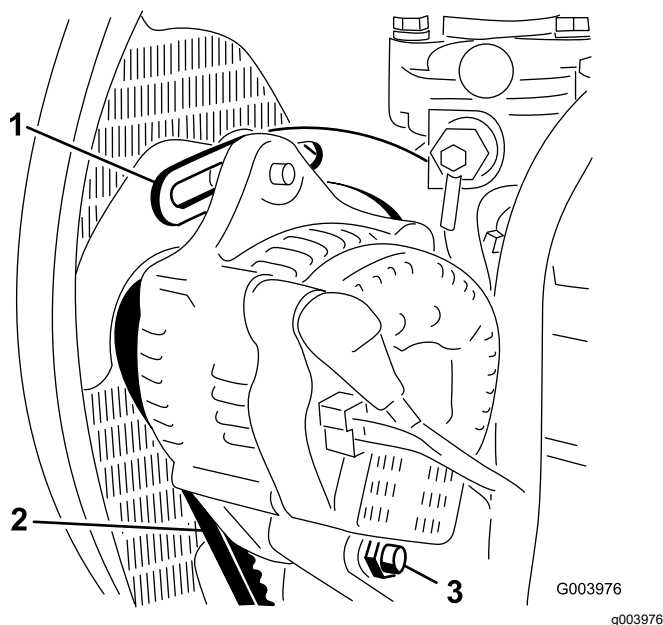

Figura 72
2. Controllate la tensione della cinghia dell'alternatore premendola (**Figura 72**) al centro tra le pulegge dell'alternatore e dell'albero a gomito con una forza di 10 kg.
3. Allentate il bullone che fissa il supporto al motore (**Figura 72**), il bullone che fissa l'alternatore al supporto ed il bullone di rotazione.